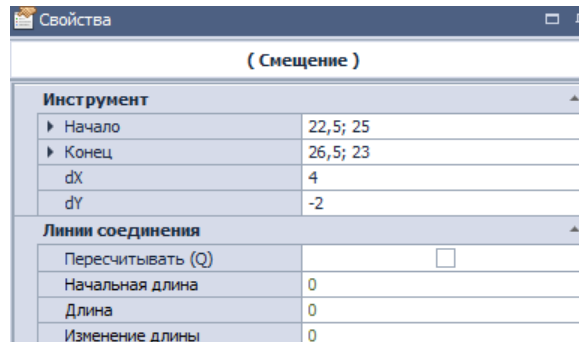

Рис. 114 Данные по перемещению посадочного места
2. Нажать левую кнопку мыши и переместить курсор в то место, куда необходимо переместить посадочное место. При этом в панели Свойства будут отображаться исходное положение посадочного места (пункт «Начало»), текущие координаты (пункт «Конец») и величина перемещения относительно исходной точки (пункты «dX» и «dY») см. Рис. 114.